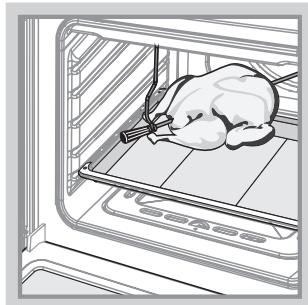

Рис.7
- Насадите на штык кусок мяса^{КРЮЧОК} или тушку птицы и закрепите его вилками посредством крепежных ^{ВТУЛКА} винтов. Закрепленный на штыке кусок мяса должен находиться точно под грилем (рис. 7).